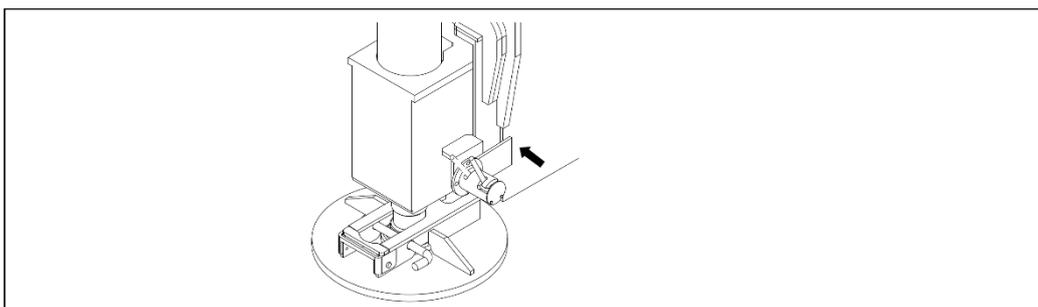

Figura 4-65 Instale os pinos de retenção estabilizadores
- e) Instale os pinos de retenção estabilizadores. Consulte a figura 4-65.